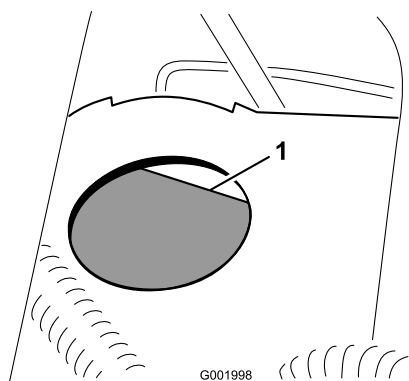

Figura 60
2. El nivel de líquido debe llegar a la línea Lleno del depósito (Figura 60).